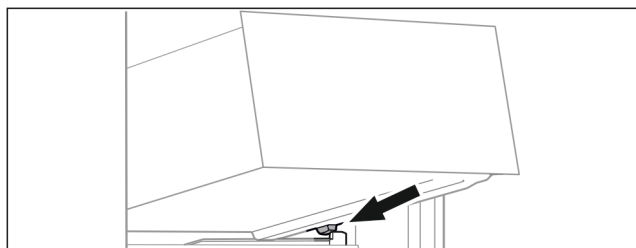

Fig. 55
- ▶ Predal postavite v poševnem položaju za zaustavljalniki na nastavek za posodo. (glejte Fig. 55)